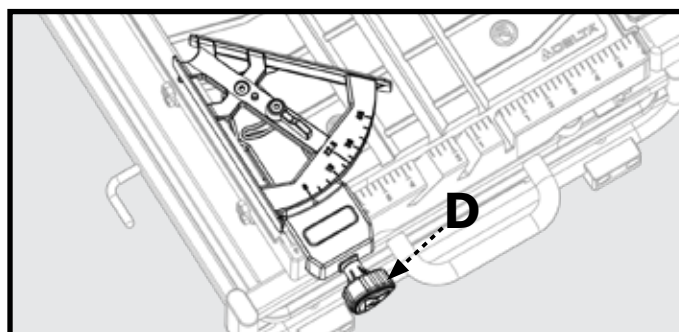

Figure 15
1. Fixez la jauge à onglets (3) en la plaçant par-dessus le bord avant de la table et serrez-la à l'aide du bouton de verrouillage à onglet (D), comme indiqué dans la figure 15.